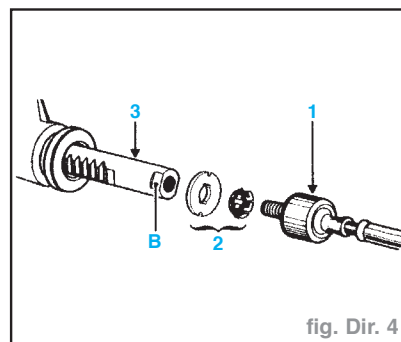

fig. Dir. 4
- Remplacer systématiquement et **IMPÉRATIVEMENT** l'ensemble (2) (fig. Dir. 4).
- Remonter sur la crémaillère (3) :
- l'ensemble rondelle butée - arrêtoir (2),
- la rotule axiale (1) neuve dont le filetage aura préalablement été enduit de **LOCTITE FRENBLOCK**.
- Avant le serrage définitif de la rotule axiale à l'aide de l'outil **Dir. 1305**, vérifier que les languettes de la rondelle arrêtoir (2) coïncident bien avec les méplats (B) de la crémaillère (fig. Dir. 4).